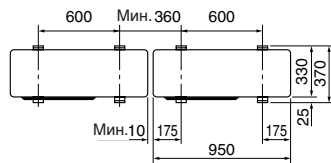

Fig. 4-1
- Обязательно устанавливайте прибор на твердой ровной поверхности для предотвращения его дребезжания во время эксплуатации. (Fig. 4-1)